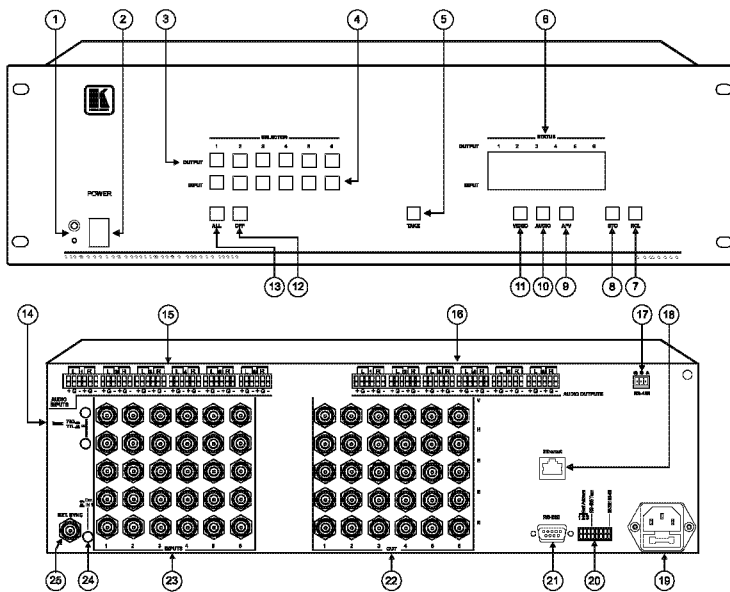

Рис. 4. Матричный коммутатор VP-66ETH
- VP-66ETH (рис. 4)
- Соедините разъем последовательного порта компьютера с разъемом DB9 **RS-232** на задней панели **VP-88ETH** кабелем длиной до 15 м, выполненным в соответствии со схемой на рис. 4 (показаны случаи использования на компьютере 9- и 25-контактного разъема):